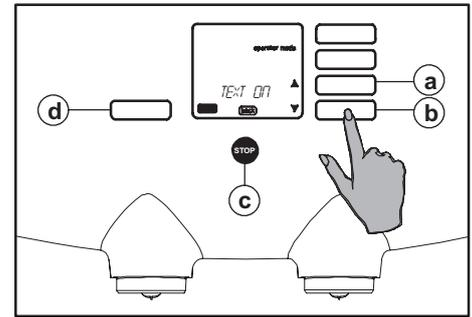

Fig. 64 Activation ou désactivation du texte
4. Appuyez sur le bouton Enter (fig. 64 d). L'écran affiche l'option sélectionnée.
5. Avec les boutons de défilement \updownarrow , sélectionnez l'option "TEXT ON" ou "TEXT OFF" (fig. 64 a ou b).
6. Appuyez sur le bouton Enter (fig. 64 d) pour confirmer le paramètre.
7. Appuyez ensuite sur le bouton Stop (fig. 64 c) pour quitter la programmation.